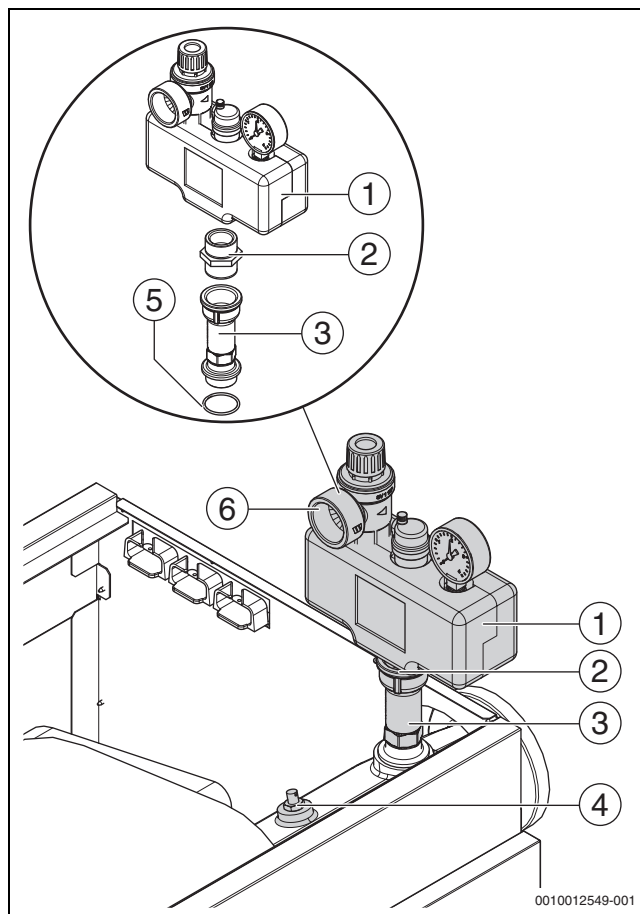

Fig. 17 Conjunto de segurança de 3 bar (representado: estrutura da caldeira à direita)
(→Fig. 17 e 18)
- Vedar o conjunto de segurança na ligação roscada do avanço da caldeira com material de vedação adequado ou com as vedações fornecidas (→Fig. 17).